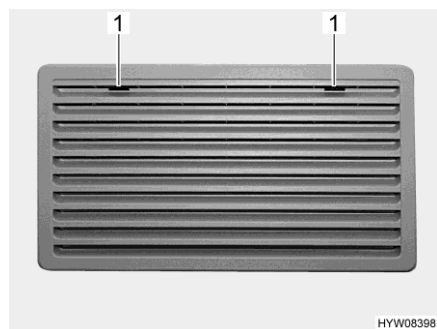
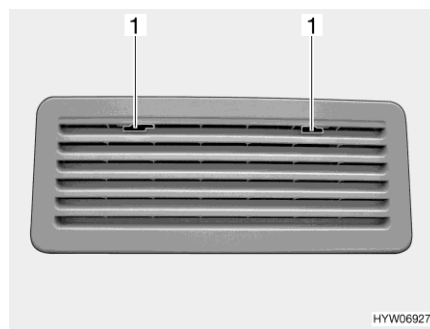

Bild 245 Kylskåpets ventilationsgaller (Thetford stort)
Bild 246 Kylskåpets ventilationsgaller (Thetford litet)
- Skjut spärren (Bild 245,1 eller Bild 246,1) till mitten.